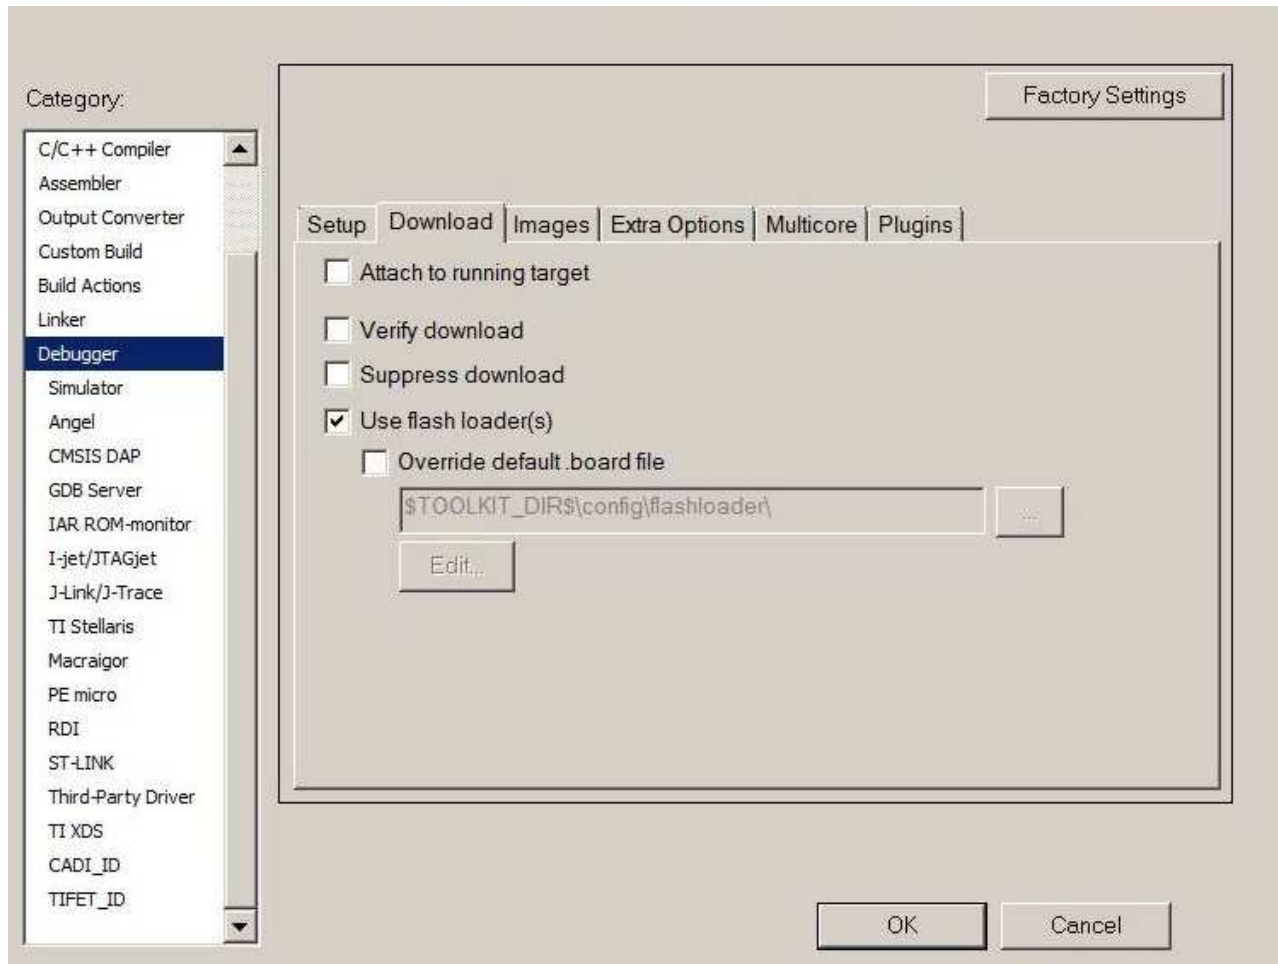

图 30. IAR 调试器设置
- 选中调试器 (Debugger) → 下载 (Download) 选项卡中的使用烧录加载程序 (Use flash loader(s)) 复选框 (请参见图 30)。